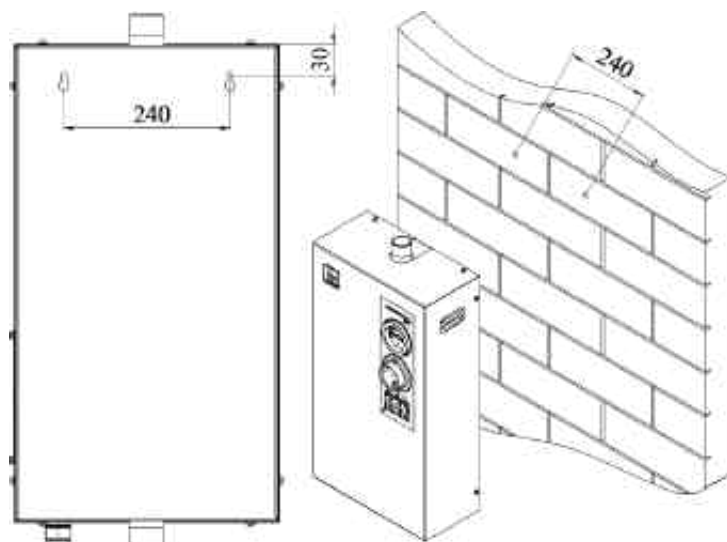

Рис. 5 Способ крепления к стене
- Закрепить электроводонагреватель на вертикальной поверхности в необходимом месте с помощью настенного крепежа (в комплект поставки не входит) как показано на (Рис. 5). При монтаже электроводонагревателя необходимо выдерживать минимальные расстояния до стен, пола и потолка (Рис. 6);